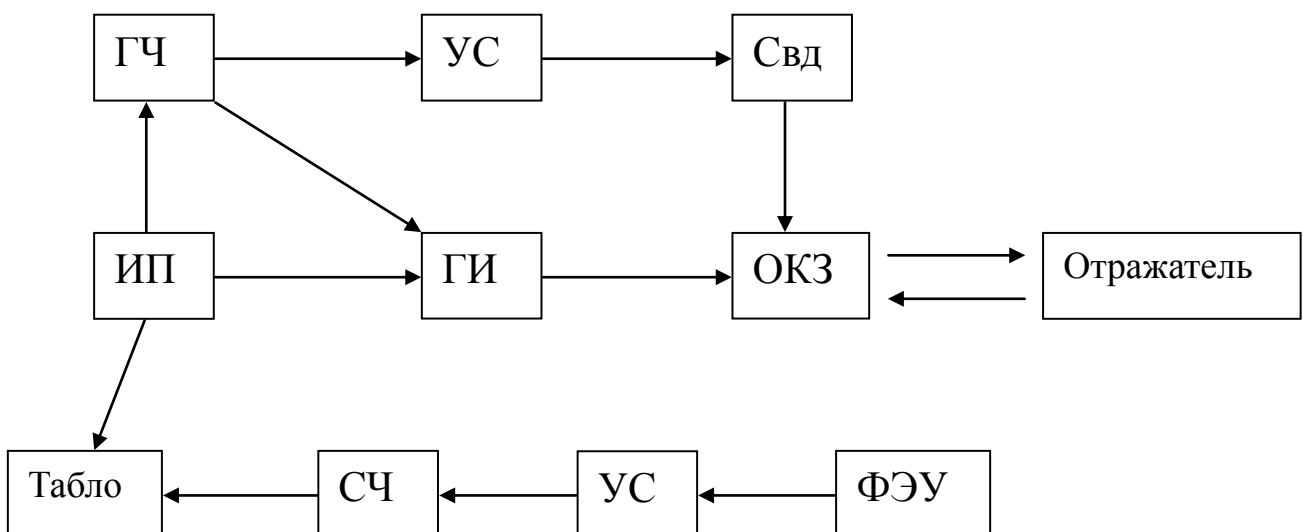

Рис. 15. Блок-схема светодальномера
1. Изучить блок-схему светодальномера (рис. 15).